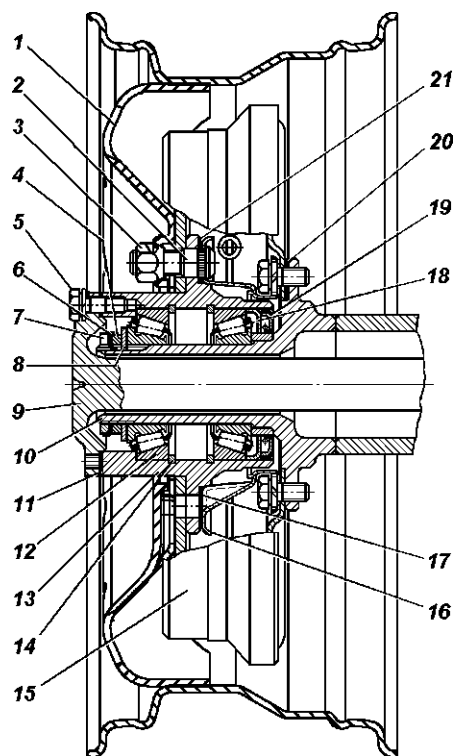

Рис. 11.1. Ступица заднего колеса:
Ступицы передних и задних колес (рис. 11.1 и 9.12) одинаковые. К ступице переднего колеса крепятся тормозной диск и муфта отключения колеса, заднего - тормозной барабан и фланец полуоси.
2. Выньте полуось 9 (см. рис. 11.1) у заднего моста или снимите муфту отключения колес у переднего моста.